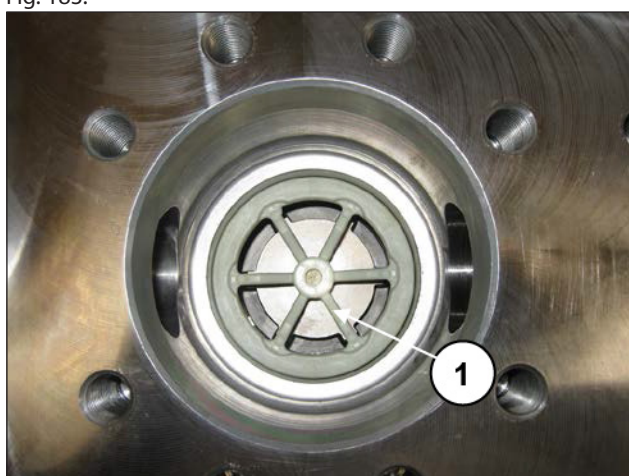

Fig. 183
O grupo da válvula completo deve ser inserido completamente no fundo e apresentar-se como na pos. ①, Fig. 183.